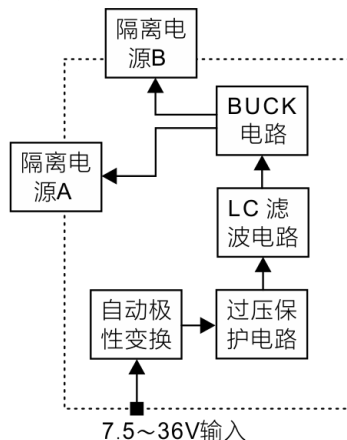

图 3.3 供电单元原理框图
7.5V~36V 直流电压通过接线端子接入后，经自动极性变换电路、过压保护电路、LC 滤波电路后，进入 BUCK 电路变换为 5V 电压。然后经两路 1500V 直流隔离模块，输出两路 5V 隔离电源，分别为电流采集单元及 RS-485 接口单元供电。原理框图如图 3.3 所示。